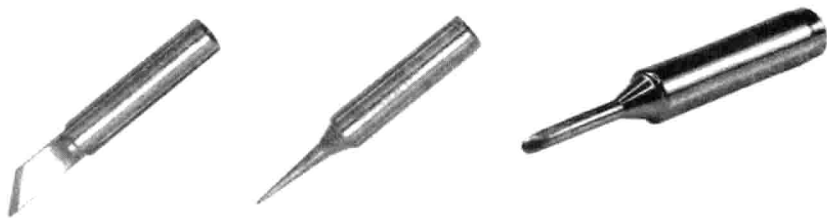

图 1.7 刀形、尖形、马蹄形烙铁头
(2) 烙铁头的选择 电烙铁的烙铁头是用紫铜制作的，其形状多种多样。常用的电烙铁头有直形和弯形两种。选择的要点是：能经常保持一定的焊锡，能快速有效地熔化接头上的焊锡，不产生虚焊、搭锡、挂锡，焊点无毛刺，不烫坏板子和元件。电烙铁头的刃口形状也很多，可根据具体情况来选用，刀形、尖形、马蹄形烙铁头如图 1.7 所示。如焊点小时，选择细尖刃口为好；机器上的焊点较大，则烙铁头的沾锡截面可大些，用扁平或椭圆头，传热快、自然、操作利索；锡面氧化层较厚，烙铁头相对要尖些，以便于突破氧化层；元器件密度大，需要选用对应尖细的烙铁头，避免烫伤其他元件和搭锡；装拆芯片时，常使用特殊形状的烙铁头；有时因为焊不到和避免烫坏塑料件，选用弯烙铁头。当然，也要看各人的操作习惯和喜好，如果需要，可用锉刀改变刃口的形状。